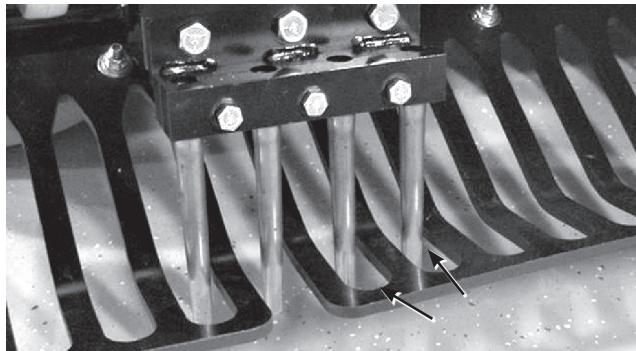

図 27
- 全部のタインが、ターフ・ガードの隙間の中心に整列している(図27)ことを確認する。必要に応じてターフ・ガードの位置を調整し、ナットで固定する。